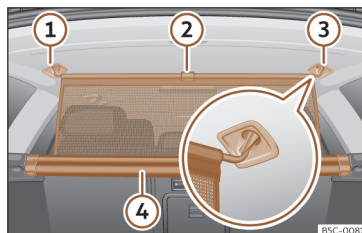

Fig. 189 Na bagageira: fixar a rede de separação.
- Puxe a aba para acima >>> **Fig. 189** ② para tirar a rede da carcaça ④.
- Prender a rede de separação do lado esquerdo ou direito ③ (imagem ampliada).
- Prender a rede de separação no alojamento do outro lado ① puxando a barra.